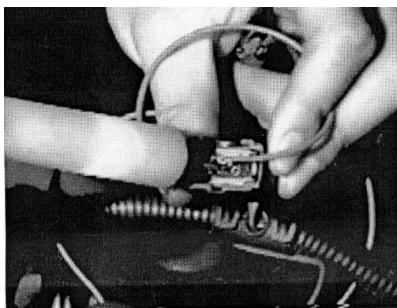

图 6-21 二极管试灯检测
2) 检查 ECU 控制线路。自制一个串联有 330Ω 左右电阻的二极管试灯。在点火开关置于 OFF 位置的情况下拨下喷油器插接器，如图 6-21 所示，将二极管试灯的正极与喷油器蓄电池正极相连，试灯的负极与喷油器控制信号线束插接器相连。发动机启动时，二极管试灯应闪烁，否则应检查喷油器到 ECU 之间的线路是否正常。